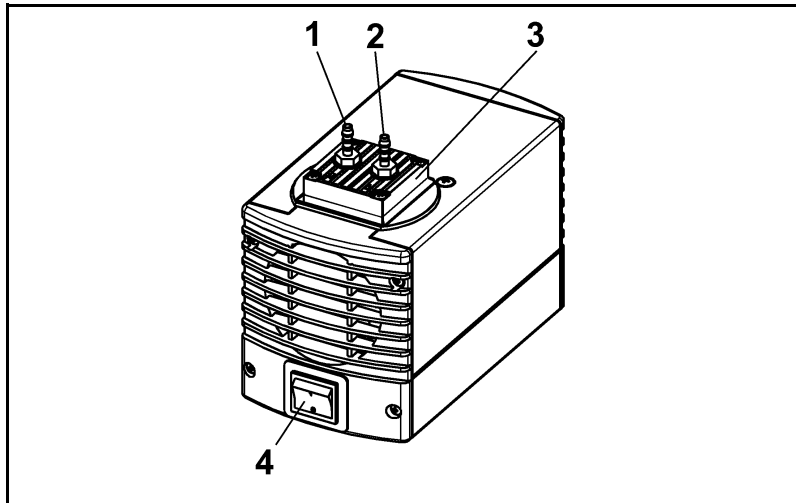

Fig. 2
- Accendere la pompa con l'interruttore di rete (v. fig. 2 e 3 a seconda del modello di pompa).
- Spegnerla la pompa con l'interruttore di rete (v. fig. 2 e 3 a seconda del modello di pompa).